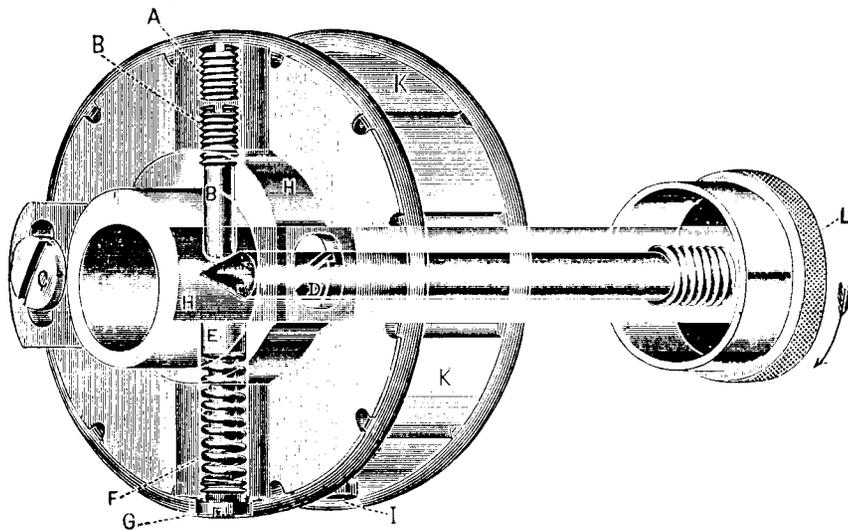

FIG. 24
Si la máquina hace más o menos puntadas por pulgada que el número indicado, efectúese el siguiente ajuste: Quítese el tornillo (A, Fig. 24), muévase el indicador a "8," ajústese el tornillo (B) hasta obtener 8 puntadas por pulgada; insértese de nuevo el tornillo de tope (A) apretándolo bien, y hágase el ajuste principal que regula los otros números de puntadas por pulgada, como ya se ha explicado.
Dése vuelta al tornillo de mano (L, Fig. 24) hacia Ud., para hacer la puntada más larga posible; sáquese el tornillo de tope (A), y ajústese el tornillo (B) hacia abajo hasta que la máquina marque el número deseado de puntadas, apretando luego firmemente el tornillo (A) sobre el tornillo (B) como tope. En esta posición, puede variarse la puntada dando vuelta al tornillo de mano (L) para hacer puntadas más cortas, pero no podrán hacerse puntadas más largas que las que permita el límite al cual se ha ajustado el tornillo (B), sin hacer un nuevo ajuste de éste.
Quítense los tornillos (A y B, Fig. 24) y el tornillo de compresión (G, Fig. 24), aflojando el tornillo de sujeción y el de tope en la polea de correa; luego aflójese el tornillo y quítese el tornillo de posición que se halla en el árbol de la barra de aguja, y sáquese el eje del brazo por el extremo donde está la rueda volante.